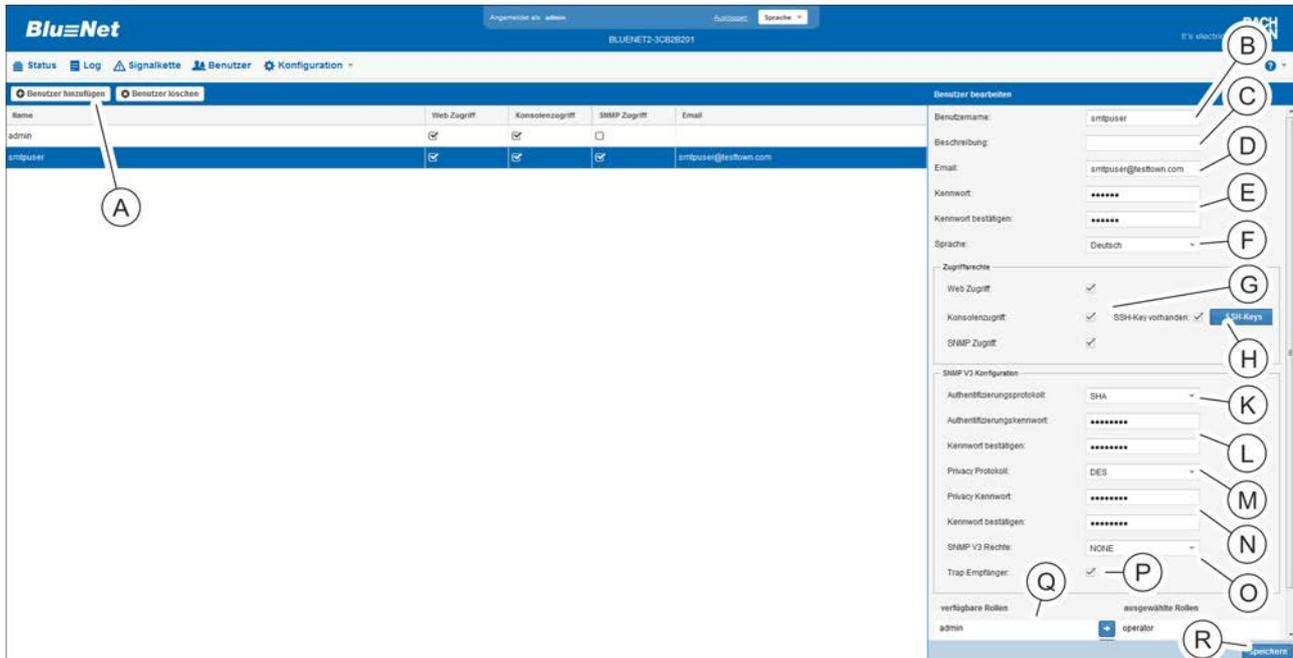
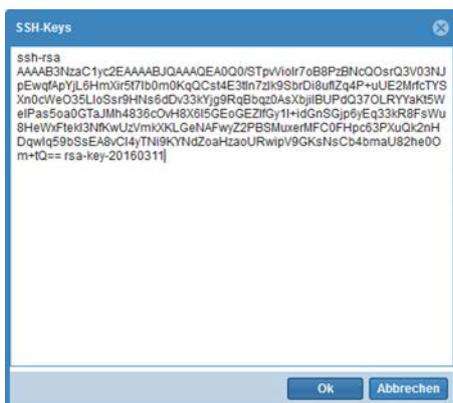

Abb. 239: Menü "Benutzer"
Abb. 240: SSH-Key einfügen
2. Über die Schaltfläche „Benutzer hinzufügen“ (Abb. 239/Ⓐ) einen neuen Benutzer anlegen.
3. Benutzernamen eingeben (Abb. 239/Ⓑ).
4. Bei Bedarf eine Beschreibung für den Benutzer eingeben (Abb. 239/Ⓒ).
5. ➔ E-Mail-Adresse eingeben (Abb. 239/Ⓢ).
6. ➔ Kennwort eingeben und bestätigen (Abb. 239/Ⓢ).
7. ➔ Sprache auswählen (Abb. 239/Ⓢ).
8. ➔ Über die Checkboxes Zugriffsrechte für „Web Zugriff“, „Konsolenzugriff“ und/oder „SNMP Zugriff“ erteilen (Abb. 239/Ⓢ).
9. ➔ Über die Schaltfläche „SSH-Keys“ können für Key-basierte SSH-Anmeldungen SSH-Keys hinterlegt werden (Abb. 239/Ⓢ). Einen oder mehrere SSH-Keys in das Fenster „SSH-Keys“ (Abb. 240) kopieren und mit der Schaltfläche „OK“ bestätigen.
- 10.** Im Bereich „SNMP V3 Konfiguration“ bei Bedarf ein Authentifizierungsprotokoll auswählen (Abb. 239/ⓧ).
- 11.** Authentifizierungskennwort eingeben und bestätigen (Abb. 239/Ⓞ).
- 12.** Bei Bedarf ein Privacy-Protokoll auswählen (Abb. 239/Ⓜ).
- 13.** Ein Privacy-Kennwort eingeben und bestätigen (Abb. 239/Ⓝ).
- 14.** SNMP-V3-Rechte erteilen (Abb. 239/Ⓢ).
- 15.** Checkbox „Trap Empfänger“ aktivieren, wenn der Benutzer als Trap-Empfänger verfügbar sein soll (Abb. 239/Ⓟ).
- 16.** Im Feld „verfügbare Rollen“ eine Benutzerrolle auswählen und über die Schaltfläche „→“ ins Feld „ausgewählte Rollen“ schieben (Abb. 239/Ⓠ).
- 17.** Einstellungen über die Schaltfläche „Speichern“ (Abb. 239/Ⓡ) übernehmen.